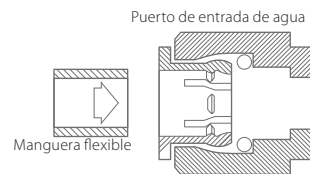

Figura 24.
f. Introduce la manguera dentro del orificio de "Entrada" del Purificador (ver Figura 24).